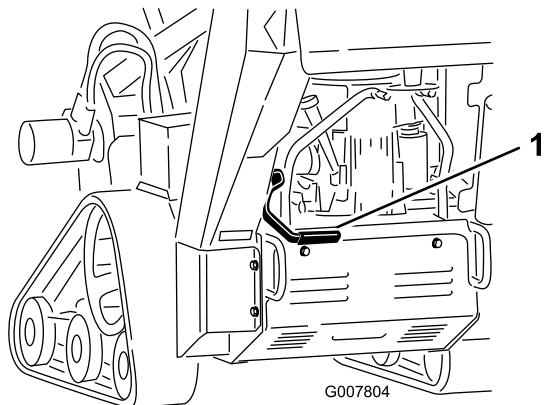

Figura 14
- Per inserire il freno di stazionamento spingete indietro la relativa leva e alzatela (Figura 14).
- Per rilasciare il freno, spingete indietro la leva e abbassatela (Figura 14).